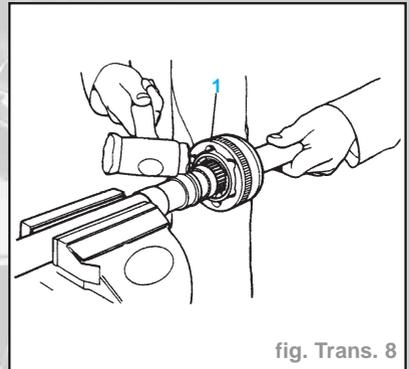

fig. Trans. 8
- A l'aide d'un maillet en métal tendre, chasser le joint homocinétique (1) hors de l'arbre (Fig. Trans. 8).